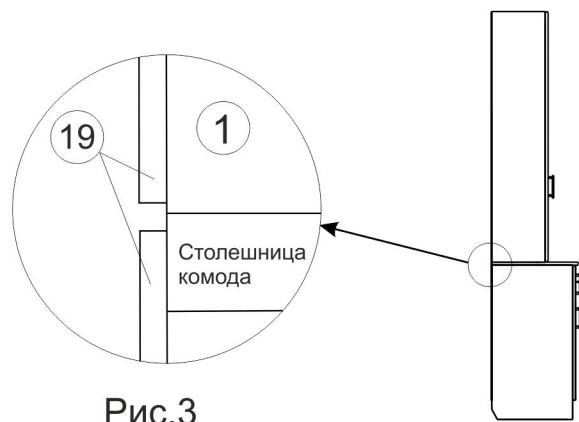
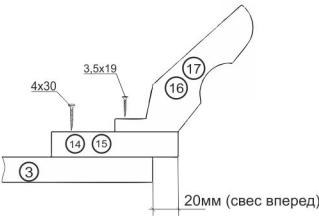

Рис.3
Рис.4
- 3) К детали (6) саморезами присоединить установочные площадки петель (д) см. рис.
- 4) К фасаду (10) саморезами (и) присоединить петли (д). Навесить фасад на шкаф центральный.
- 6) К стойкам (1) саморезами (и) присоединить установочные площадки петель (д).
- В глухие отверстия крыши (3) и деталей (8) вставляем эксцентрики (стрелки на эксцентриках должны быть направлены на ближайший торец детали).
- 8) Затягивая эксцентрики, соединяем стойки (1) с крышкой (3) и деталями (8).
- 9) Евровинтами (а) и эксцентриками крепим стойки (2) к крыше (3) и деталям (8).
- 10) Евровинтами присоединяем к надстройке стенку (4) с приклеенным к ней зеркалом.
- 11) Гвоздями прибиваем задние стенки (19). проверив прямоугольность сборки.
- 12) Прикрепить надстройку к комоду, вкрутив саморезы (л) в детали (8) снизу сквозь отверстия в столешнице комода. Стойки надстройки сзади должны быть вровень со столешницей (рис. 3).
13) Устанавливаем центральный шкаф на место на нужную высоту, соединяя стойки шкафа со стойками (2) с помощью межсекционных стяжек сквозь отверстия.
15) К дверям (9) прикручиваем петли саморезами 3,5x16 (и).
17) Саморезами (л) крепим к крыше буфета (3) планки декоративные (14,15) - см. рис.4,5.
19) С помощью скотча двустороннего крепим к крыше шкафа центрального (6) балюстраду (18).